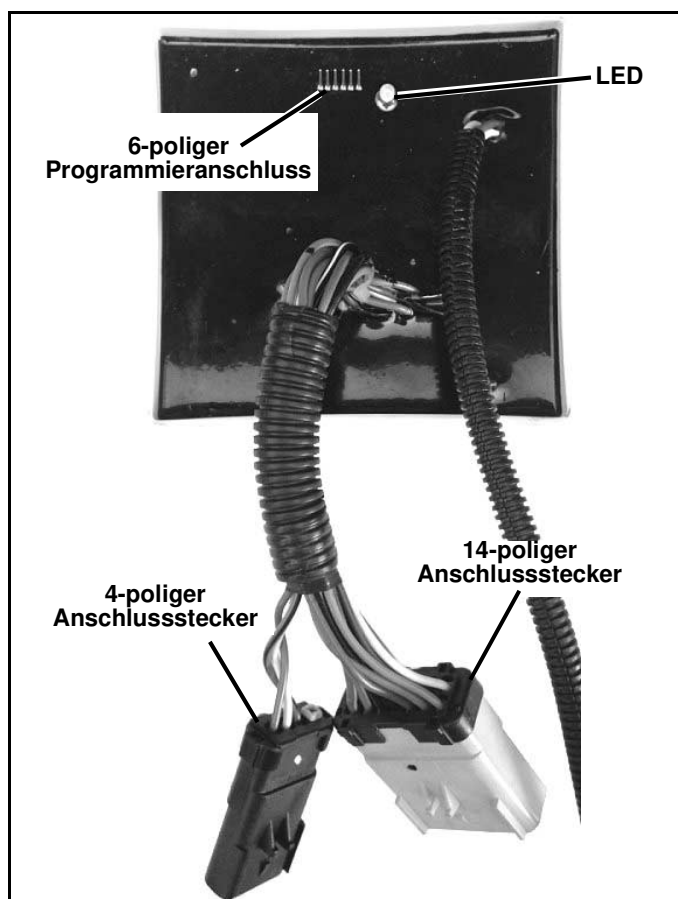

Abb. 1-1
3. Schieben Sie das Empfängermodul in die Führungsschienen der Empfängerhalterung ein, wobei der 6-polige Programmieranschluss oben liegen muss und die freien Leitungen des Empfängers in Richtung Hydraulikbehälter zeigen müssen (Siehe Abb. 1-1 und 1-2).